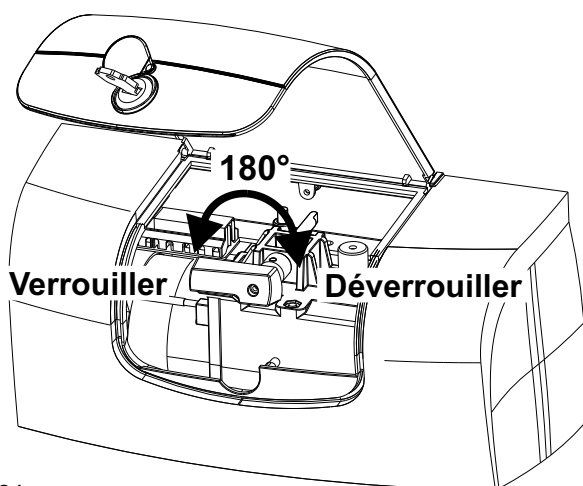

Fig. 24
- Déverrouiller le moteur (voir Fig. 24 et 25).
- Tourner le levier de déverrouillage rouge de 180° dans le sens horaire (Fig. 24).
- Tourner le levier de déverrouillage rouge 180° dans le sens anti-horaire (Fig. 24).